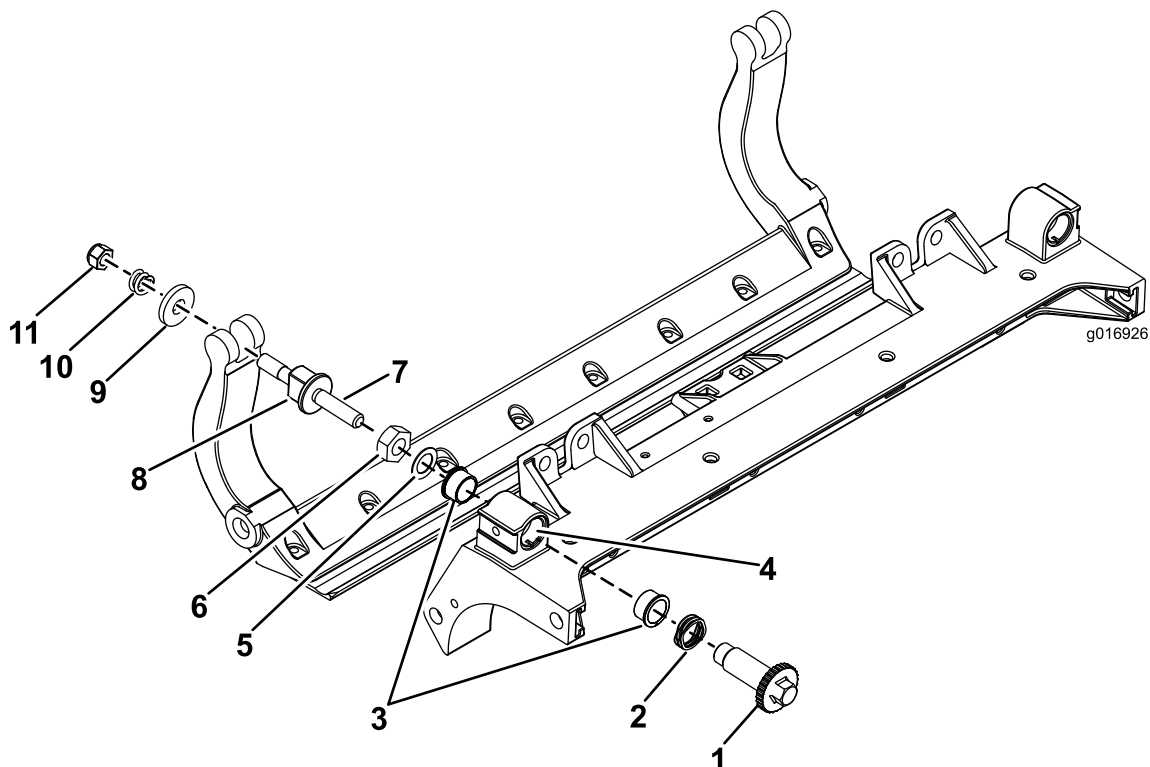

図 30
1. 全部のパーツを取り外すHD DPA キットの 取り付け要領書および図 30を参照。
2. カuttingユニットのセンターフレームのブッシュ挿入場所にネバーシーズを塗布する 図 30。
3. フランジブッシュのキーとフレームのキー溝を揃えて、ブッシュを挿入する 図 30。
4. アジャスタシャフトにウェーブワッシャを通し、アジャスタシャフトをCuttingユニットのフレームのフランジブッシュに通す 図 30。
5. 平ワッシャとロックナットでアジャスタシャフトを固定する 図 30。
12. その外側からスチール製ワッシャを取り付ける 図 30。
- 注** 内側のワッシャには遊びがあつてよい 図 30。
15. 各ベッドバーアジャスタ・アセンブリを締め付けて圧縮スプリングを完全に圧縮し、そこから1/2回転だけ戻す 図 30。